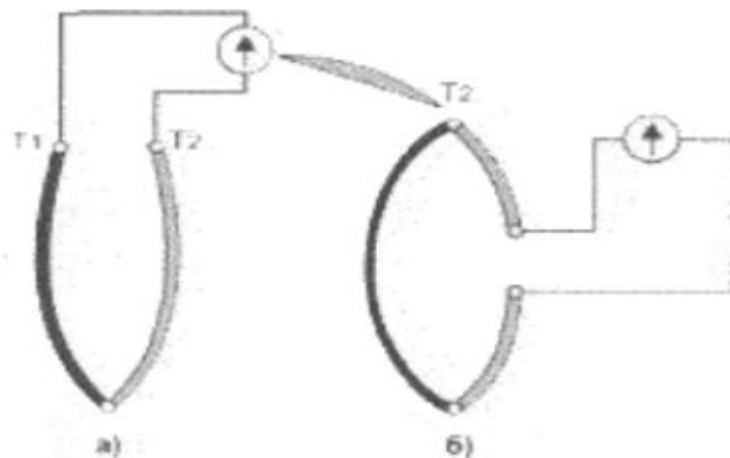

Рис. 2 (а,б) Подключение термопары к измерительному прибору
*Измерительный прибор или электронную измерительную систему подключают либо к концам термоэлектродов (рис. 2,а), либо в разрыв одного из них (рис. 2,б).*